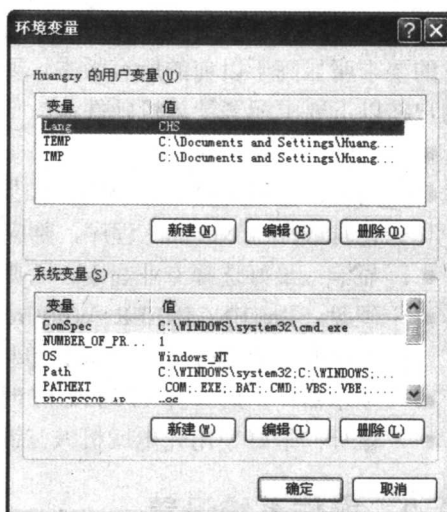

图 1.4 【环境变量】对话框
- (4) 单击【环境变量】选项卡, 显示如图1.4所示的【环境变量】对话框。